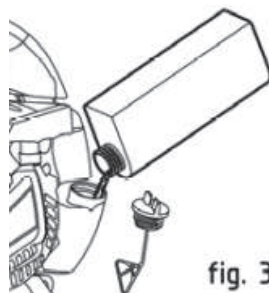

fig. 3
- No lo llene del todo. Deje un mínimo de 5 mm de espacio entre la parte superior de la boca y la mezcla de gasolina y aceite para que sirva como depósito de expansión (Fig. 3)